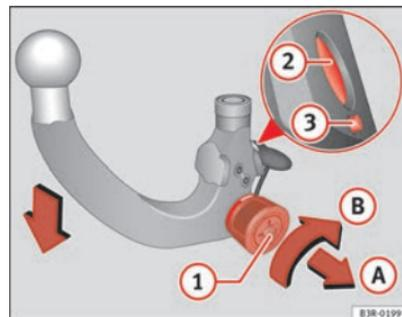

Fig. 155 Dispositif d'attelage amovible : précontrainte de la boule d'attelage
- Introduisez la clé ① ⇒ page 213, fig. 155 dans la serrure de la molette puis tournez-la vers le repère rouge.
- Sortez la molette dans le sens de la flèche A et tournez-la ensuite, en position tirée, dans le sens de la flèche B jusqu'à crantage du pivot de verrouillage ② et la sortie (visible) du pivot de déclenchement ③ ⇒ ⚠.